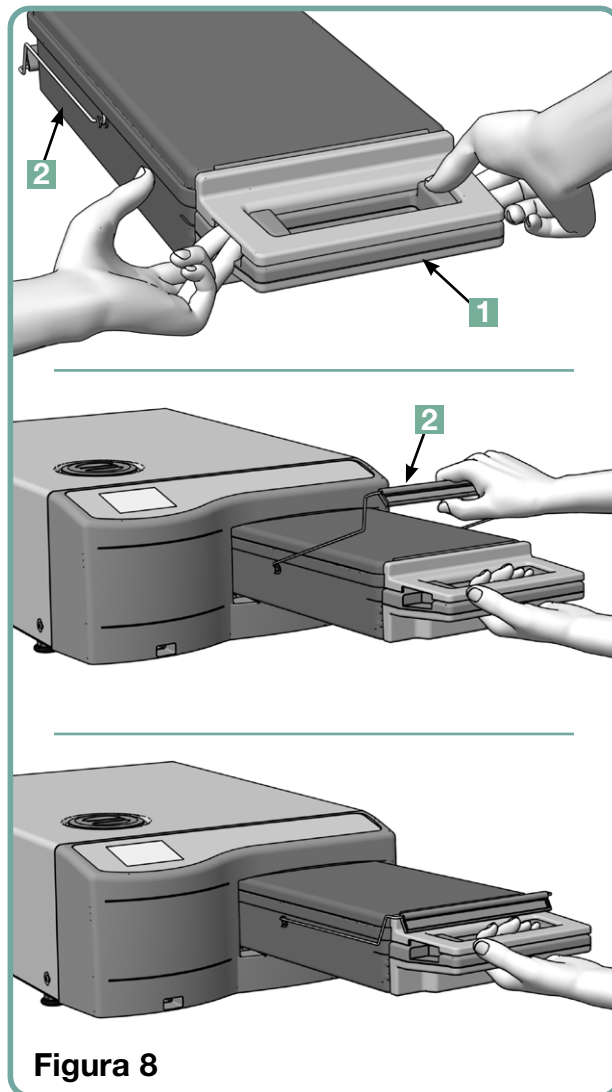

Figura 8
1. Segurar o cabo da cassette numa mão e a pega de transporte noutra conforme mostrado na Figura 8.